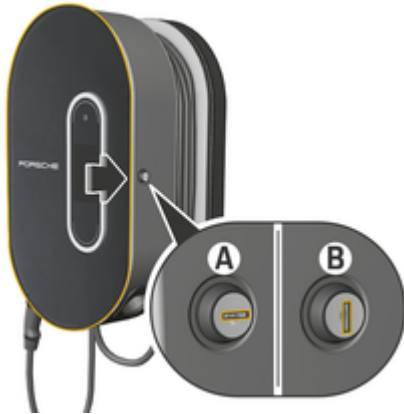

Bild 9: Laddningsdocka
- ▶ Vrid låset till läget **A** (Bild 9).
- ▶ Vrid låset till läget **B** (Bild 9).